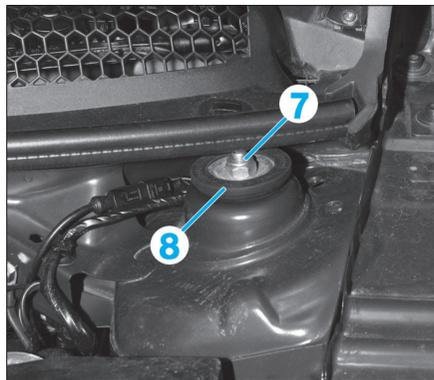

Fig. 3
- l'écrou de fixation supérieure (7) de l'élément de suspension (2) (Fig.3),
- la coupelle (8),